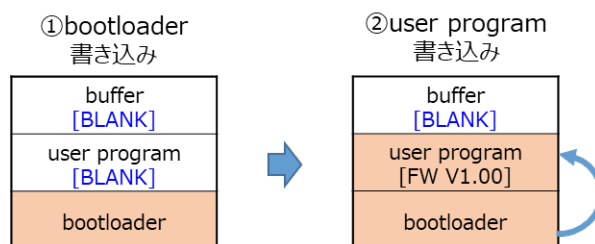

図 1-5 リニアモードのファームウェアアップデートの初期設定
リニアモードのファームウェアアップデートの初期設定の動作を図 1-5 に示します。
本 FIT モジュールでは、内蔵フラッシュに書き込む初期ファームウェアを生成するためのツール (Renesas Secure Flash Programmer.exe) を提供しています。このツールでは、ユーザプログラムのみの初期ファームウェア、およびブートローダとユーザプログラムで構成される初期ファームウェアを生成することができます。ブートローダとユーザプログラムで構成される初期ファームウェアをフラッシュライタなどで内蔵フラッシュに書き込むことにより、図 1-5 の②の状態にすることができます。
また、ブートローダプログラムをビルドし、生成された mot ファイルを内蔵フラッシュに書き込むことにより、図 1-5 の①の状態にすることができます。内蔵フラッシュにブートローダのみを書き込んだ場合